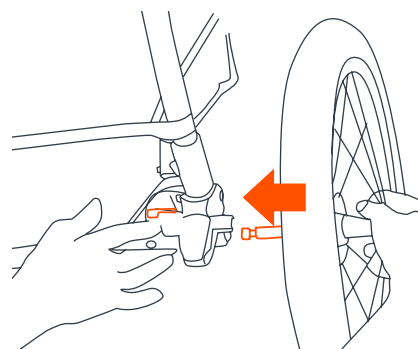

Fig. 6
- 6)** • Pencher la Poussette pour qu'elle repose sur la roue avant. Pour fixer les roues arrière, insérer l'axe de chaque roue dans l'emplacement en plastique (Fig. 6). Appuyez sur le levier en métal à l'intérieur du cadre tout en insérant l'axe dans le montage. Lorsque l'axe ne rentre plus, relâcher le levier.